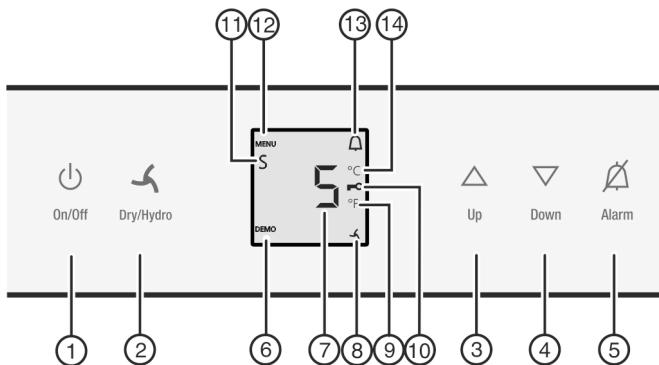

Fig. 2
- Taste On/Off Fig. 2 (1) drücken.
- Einstellmodus aktivieren: Taste Dry/Hydro Fig. 2 (2) für ca. 5 s drücken.
- Das Symbol Menu Fig. 2 (12) leuchtet.
- Mit Einstelltaste Up Fig. 2 (3)/ Einstelltaste Down Fig. 2 (4) ° wählen.
- Bestätigen: Taste Dry/Hydro Fig. 2 (2) kurz drücken.
- Einstellmodus beenden: Taste On/Off Fig. 2 (1) drücken.
- Einstellmodus aktivieren: Taste Dry/Hydro Fig. 2 (2) ca. 6 s drücken.
- Die Taste Dry/Hydro Fig. 2 (2) kurz drücken, um zu bestätigen.
- Zum Einschalten der Kindersicherung Taste Dry/Hydro Fig. 2 (2) kurz drücken.
- Das Symbol Kindersicherung Fig. 2 (10) leuchtet. In der Anzeige blinks **c**.
- Zum Ausschalten der Kindersicherung Taste Dry/Hydro Fig. 2 (2) kurz drücken.
- Das Symbol Kindersicherung Fig. 2 (10) erlischt. In der Anzeige blinks **c**.
- Einstellmodus deaktivieren: Taste On/Off Fig. 2 (1) drücken.
- Taste Alarm Fig. 2 (5) drücken.
- Einstellmodus aktivieren: Taste Dry/Hydro Fig. 2 (2) ca. 5 s drücken.
- Um die Sabbath Mode Funktion aufzurufen: Taste Dry/Hydro Fig. 2 (2) kurz drücken.
- Zum Einschalten des Sabbath Mode Taste Dry/Hydro Fig. 2 (2) kurz drücken.
- Zum Ausschalten des Sabbath Mode Taste Dry/Hydro Fig. 2 (2) kurz drücken.
- In der Temperaturanzeige wird das Symbol Sabbath Mode Fig. 2 (11) angezeigt, solange der Sabbath Mode aktiv ist.